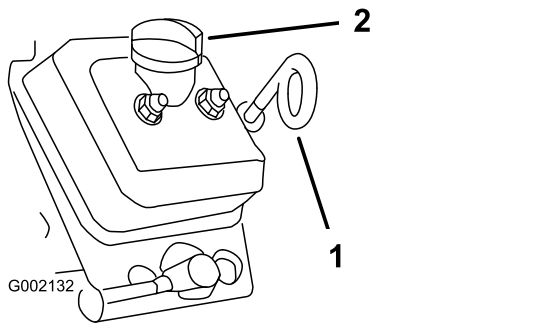

図 40
- ディップスティックとキャップ、補給管の周辺をきれいに拭いてからディップスティックを抜き出す (図 40)。
- キャップを外し、ディップスティックのFull 位置まで、給油口から適切なオイルを補給する (図 40)。
- ディップスティックを補給管に根元まで差し込んでから抜き取ってオイル量を確認する (図 40)。
- 補給管にディップスティックを取り付け、しっかりとキャップを取り付ける (図 40)。